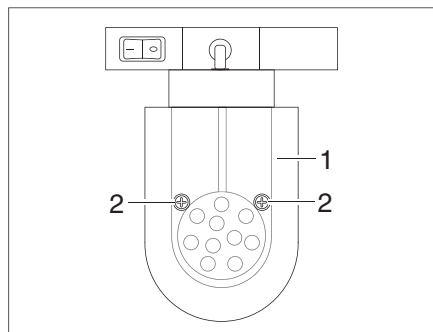

Fig. 295 Foco halógeno (desplazable)
- Aflojar los tornillos de fijación (Fig. 295,2).
- Retirar el cristal de lámpara (Fig. 295,1) con cuidado.